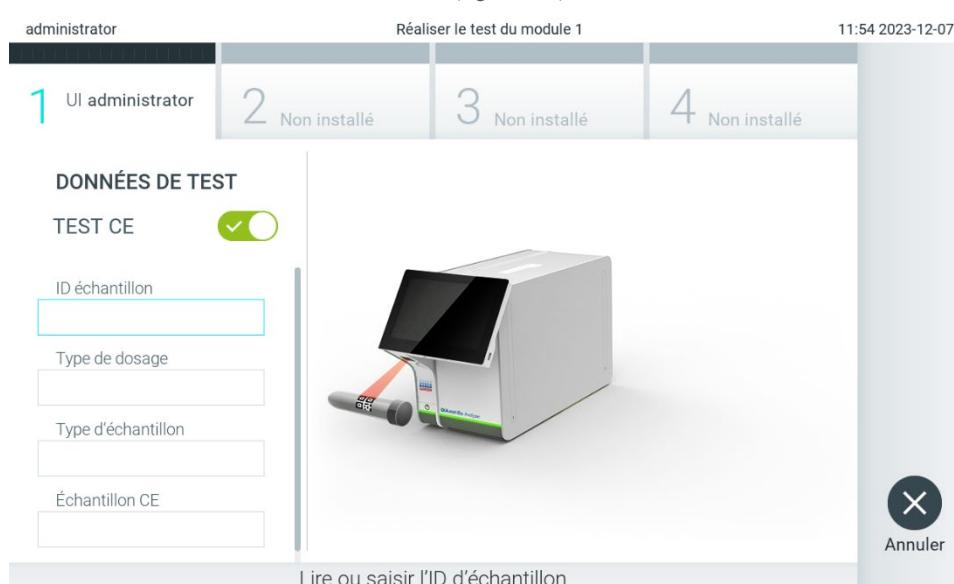

Figure 92. Activer le bouton à bascule EC Test (Test CE) pour activer un test CE.
2. Activez le bouton à bascule de test CE (figure 92).
3. Lorsque vous y êtes invité, scannez le code-barres de l'ID d'échantillon avec le lecteur de code-barres intégré au module opérationnel (figure 92)